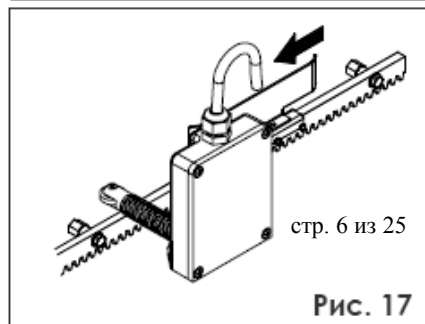

Рис. 17
6. Повторите операции 4 и 5 для концевой выключателя в закрытом положении (рис.17).